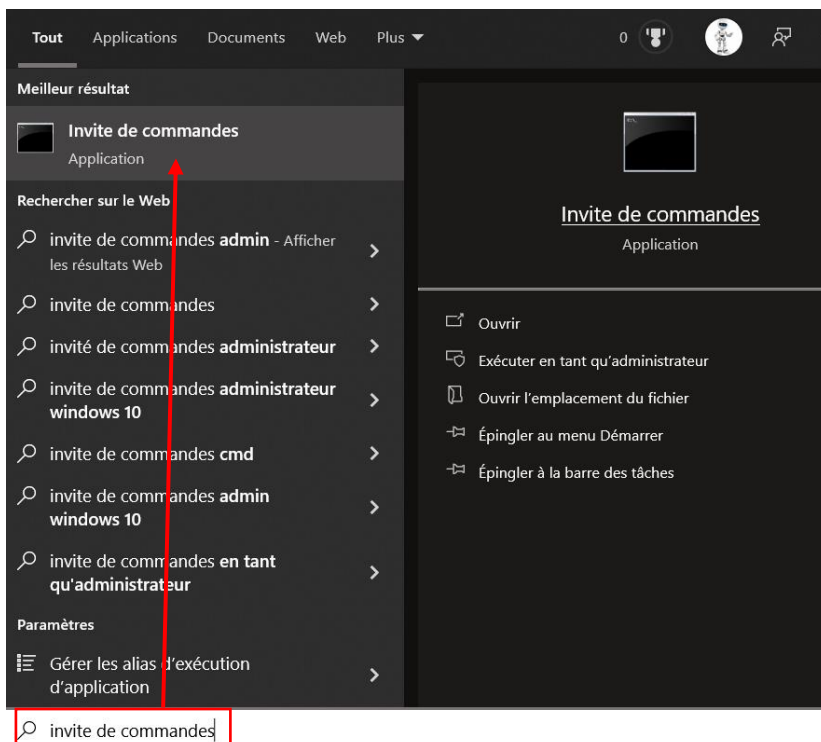

Figure 15
- En utilisant l'outil de recherche de Windows, il devra saisir *invite de commandes*, puis ouvrir l'application correspondante (Figure 15).